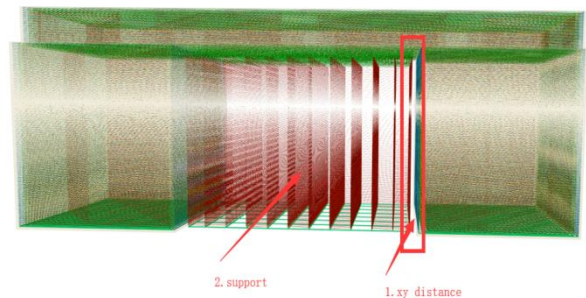

图 28，切片后(加支撑)
(6) 支撑与模型 XY 平面间距(单位 mm)：即支撑距离模型指定的横向平面的间距，如图 28。此间距决定支撑离模型的距离，太近会不好去除，太远了会造成支撑区域缩小而出现悬垂，默认值是经测试过的较好的一个值，一般情况可无需调整。若有更高打印要求的用户，建议按照 0.3mm 梯度增加或减少。